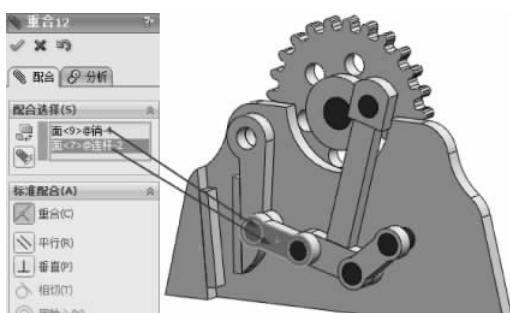

图 3-162 重合配合
(25) 继续进行配合约束,选择【标准配合】选项组下的【重合】配合类型  ,在【要配合的实体】选择框  中选择如图 3-162 所示的面,其他保持默认,单击【确定】按钮  ,完成重合配合。